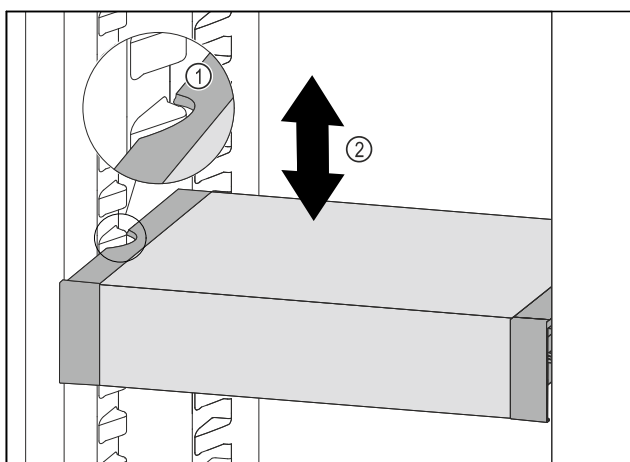

Fig. 174
- VarioSafe nach vorne ziehen, bis sich die seitlichen Aussparungen des VarioSafes auf Höhe der Behälterrippe im Kühlteil befinden. Fig. 174 (1)
- VarioSafe im Kühlteil nach oben oder unten bewegen, bis gewünschte Höhe erreicht ist. Fig. 174 (2)